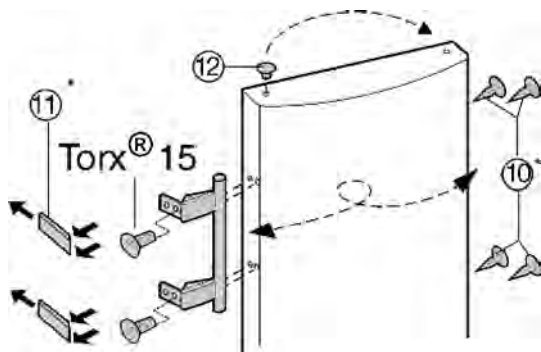

Рис. 7
- Выньте заглушку (рис. 7 (12)) из втулки подшипника двери и переустановите ее с противоположной стороны.
- Отсоедините ручку двери, заглушки (рис. 7 (10)) и прижимные пластины (рис. 7 (11)) и переставьте их на противоположную сторону.